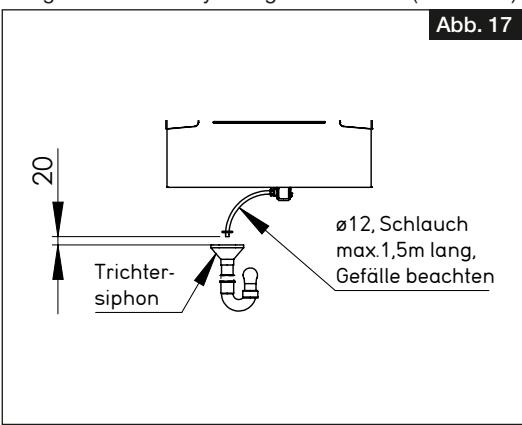

Abb. 17
- > Der Kondensatschlauch muss 20 mm über dem offenen Abfluss bzw. möglichen Wasserstand enden (s. Abb. 17).
- > Der vom Kugelsiphon abgehende Kondensatschlauch muss mit einem Gefälle nach unten, frei abtropfend in einen Trichtersiphon abgeleitet werden und darf nicht in ein geschlossenes System geführt werden (s. Abb. 17).